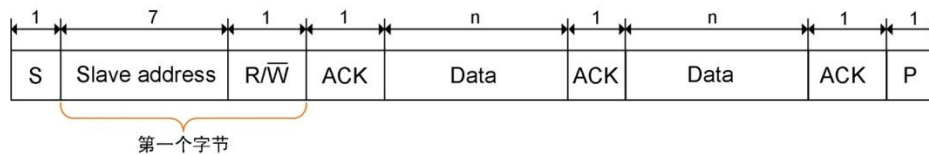
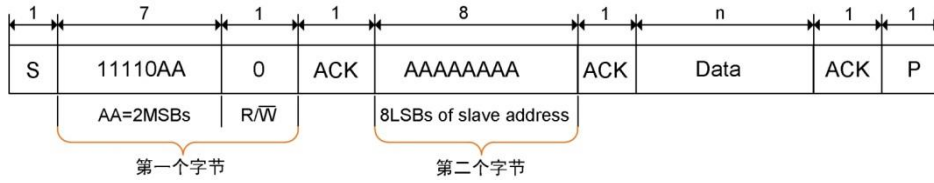

图 2.4 7 位寻址
图 2.5 10 位寻址
- 地址类型默认设为 7 位，还可以设为 10 位。10 位寻址格式与 7 位寻址格式类似，只是主模块通过两个字节的传输来发送从地址。具体区别如图 2.4 与图 2.5 所示。